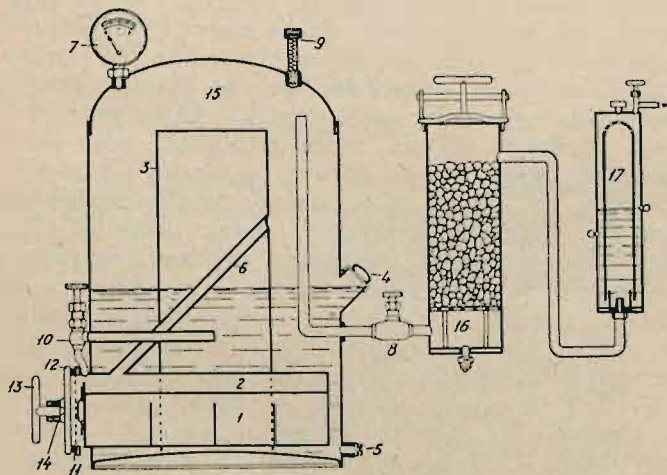

Fig. 19. Wytwornica typu „woda do karbidu“.
Wytwornica typu „woda do karbidu“ przedstawiona jest na fig. 19. W komorze (2) znajdują się szufladki karbidowe, które się do połowy